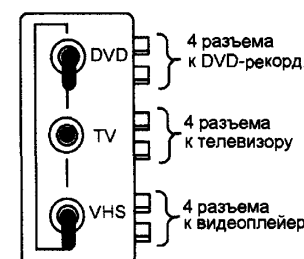

Рисунок 7.
5. Если нужно переписать кассету на DVD – тумблер «VHS» – в положение «DVD», тумблер «DVD» в положение «TV». Тумблер «TV» – в нейтральном (рис. 7).